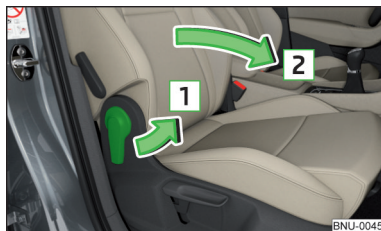

Fig. 77
- Para **abatir hacia delante**, tirar la palanca en el sentido de la flecha 1 y abatir hacia delante el respaldo del asiento en el sentido de la flecha 2 » fig. 77. El enclavamiento debe encajar de forma audible.